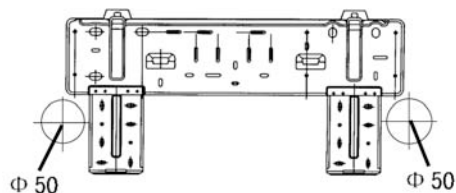

Fig. 1
1. Fare il foro per il tubo (\varnothing 50) nel muro in modo da dargli una leggera inclinazione verso parte esterna. (vedi fig. 1)